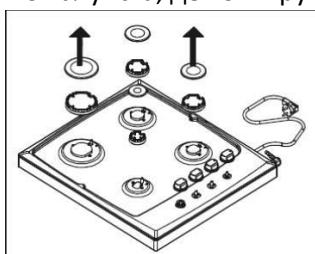

Рис.14.
- Снимите крышку варочной панели и адаптер (рис.14)